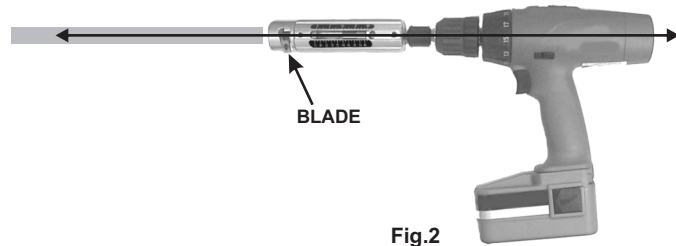

Fig.2
**Paso 2.** (Fig. 2) Para garantizar una eliminación consistente y precisa de la cubierta, el cable debe ser lo más recto posible. Deslice la herramienta sobre el cable hasta que el extremo del cable quede arriba contra la cuchilla de extracción. Asegúrese de que la herramienta está alineada correctamente con el eje del cable.